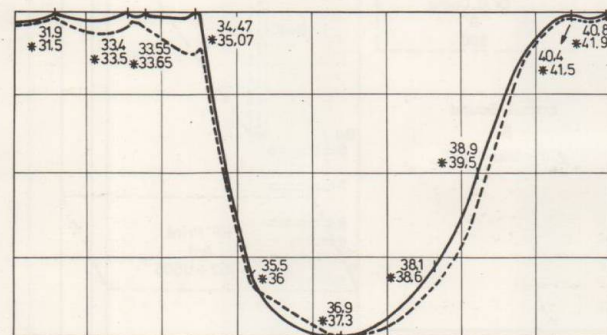

Fig. 3
- De doorlaatkromme, die nu op de oscillograaf zichtbaar wordt, moet er uitzien, zoals in fig. 3 getekend (getrokken lijn).
- De doorlaatkromme, die nu zichtbaar is op de oscillograaf moet er uitzien zoals in fig. 3 is getekend (onderbroken lijn).
f U506	kernen zodanig instellen, dat de doorlaatkromme ontstaat, zoals in fig. 3 getekend. De amplitude van de kromme moet maximaal zijn.